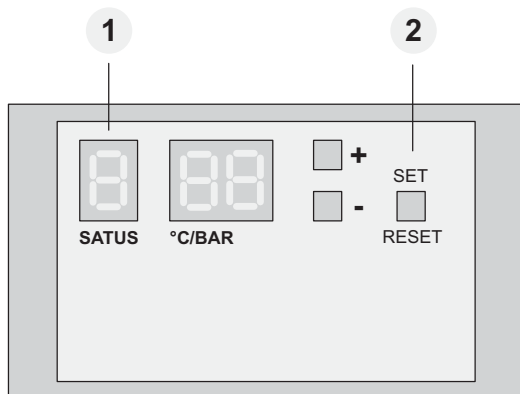

Abb. 7.1
Während des Betriebs gibt das Display (1) den Status des Geräts in Form der beschriebenen Codierung an (Abb. 7.1).
Das Display (1) (Abb. 7.1) blinkt und zeigt eine der folgenden Codierungen an: